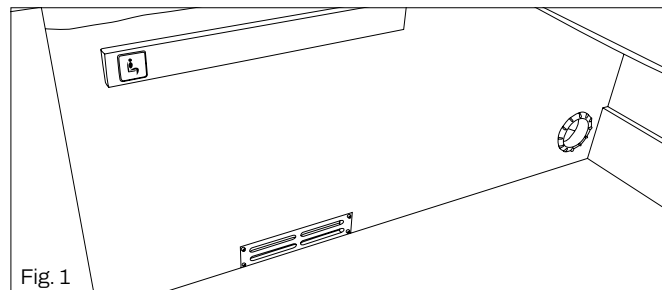

Fig. 1
- Il camper è predisposto con delle aperture fisse per la ventilazione (da non ostruire), queste si trovano in alcuni degli oblò sul tetto, nella battuta del gradino di ingresso, all'interno della struttura del mobilio e del pavimento (Fig. 1 e 2)